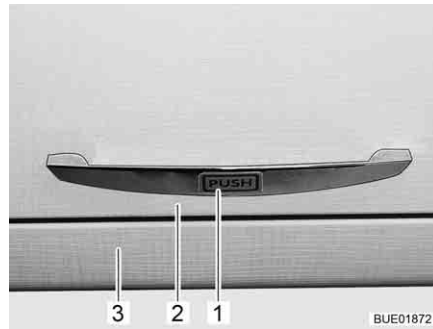

Fig. 39 Abattant de placard avec déverrouillage par pression
- Appuyer l'abattant de placard (Fig. 39,2) avec la poignée (Fig. 39,1) contre le corps de l'armoire (Fig. 39,3). L'abattant de placard est déverrouillé.